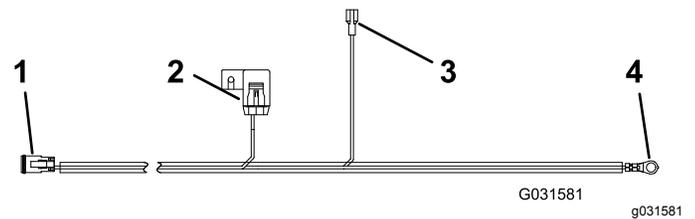

図 10
1. キットの電源をトラクタのヒューズブロックから取る場合は、ヒューズブロック用ハーネスを使用する 図 10。トラクタのヒューズブロックにヒューズブロック用コネクタを取り付け、そこに15Aのヒューズをセットする。